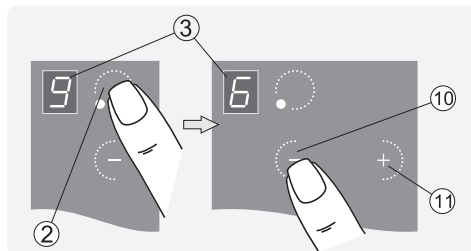

Рис.9
1. Работавшую конфорку касанием зоны ② перевести в режим управления (рис. 9).